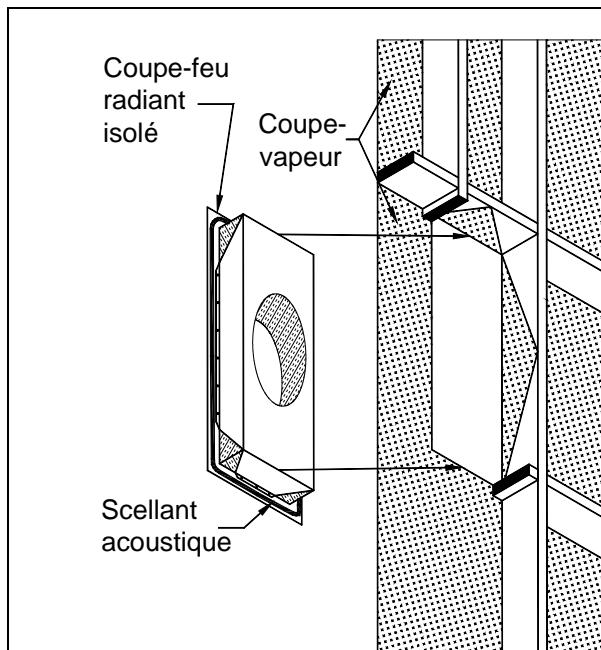

Figure 7
3. Coupez soigneusement une ouverture en X dans le coupe-vapeur de façon à pouvoir le replier et l'attacher à l'encadrement de l'ouverture, tel qu'illustré à la Figure 7.
4. La partie isolée de l'écran radiant possède un petit repli de ¼" sur son pourtour. Appliquez suffisamment de scellant acoustique à la portion isolée de l'écran radiant pour dépasser le repli de ¼" tel qu'illustré à la Figure 7. Assurez-vous d'appliquer le scellant de façon à ce que les trous de vis de l'écran radiant soient scellés.